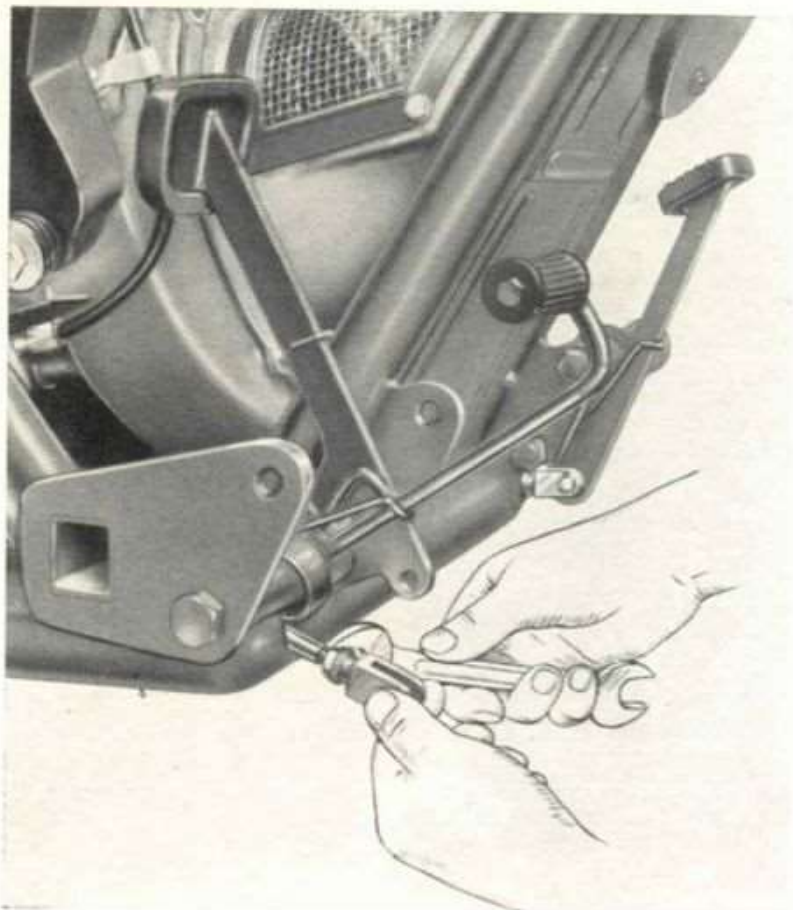

Fig. 41.
- che il giuoco esistente fra la testa del pistone della pompa ed il puntalino sia di circa mm. 0,5; se non lo fosse registrare agendo sul puntalino e controdado come è dimostrato a fig. 41.